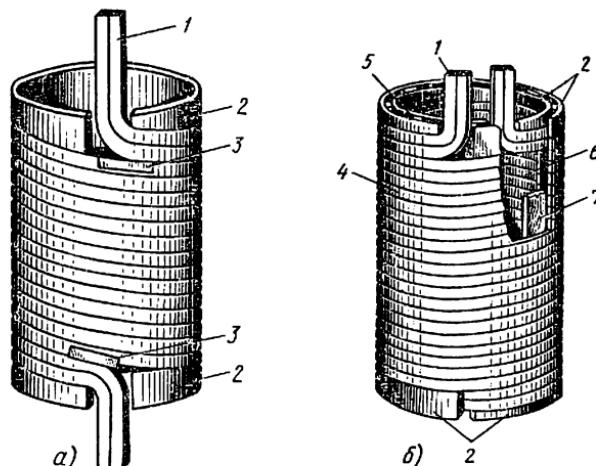

Рис. 105. Цилиндрические обмотки:
**Ремонт обмоток** (рис. 105, а, б) в большинстве случаев сводится к замене поврежденной изоляции проводов или замене клиньев, прокладок и других изолирующих обмотку элементов. Для проводов прямоугольного профиля большого сечения обычно ограничиваются заменой поврежденной витковой изоляции. Переизолировка провода небольших однослойных катушек, как правило, выполняется вручную.